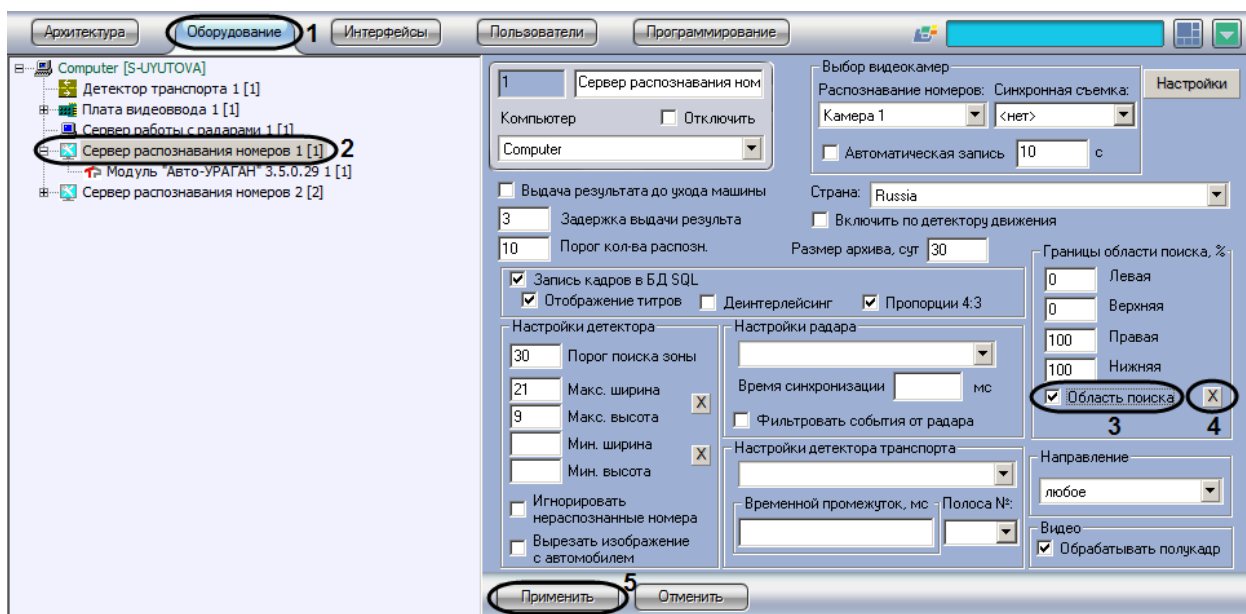

Рис. 7.2—23. Указание границ зоны поиска номерного знака
2. В дереве объектов на вкладке «Оборудование» выбрать объект «Сервер распознавания номеров», соответствующий активированному программному модулю «Авто-УРАГАН 3.5.0.29», «CARMEN-паркинг», «CARMEN-Авто», «ACCR» или «VIT» (см. раздел «Активация программного модуля, используемого для распознавания номеров», Рис. 7.2—23, 2). В правой части вкладки «Оборудование» отобразится панель настройки выбранного объекта.
3. Установить флажок «Область поиска» для активации функции указания границы зоны поиска номерного знака транспортного средства в кадре видеоизображения (см. Рис. 7.2—23, 3).